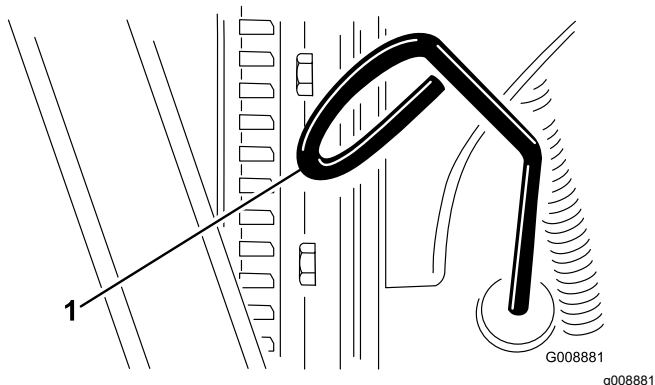

Figura 63
3. Retire a vareta (Figura 63) e limpe-a com um pano limpo.